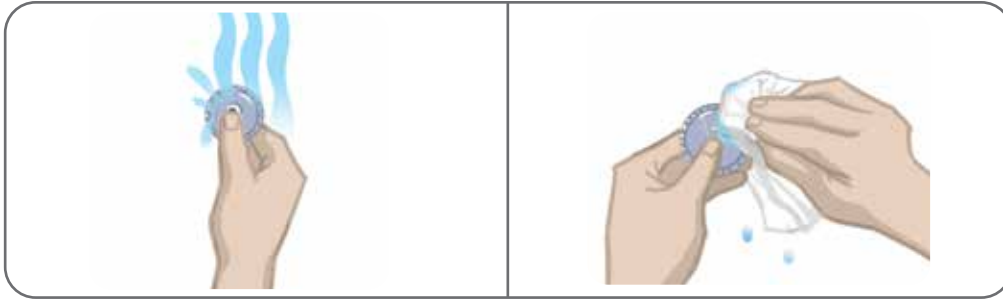

Figura 11-2. Come bagnare e asciugare l'acqua in eccesso
4. Bagnare gli elettrodi Round Cloth con acqua fino a saturazione (Figura 11-2).
5. Con un panno, asciugare o tamponare l'acqua in eccesso dal retro dagli elettrodi (lato dotato di aggancio) (Figura 11-2).